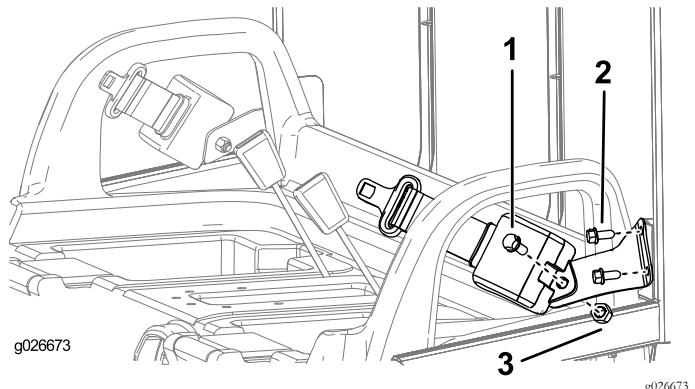

图8
- 如图8 所示用 2 个螺栓 3/8 英寸将安全带支架安装到各个 ROPS 凸耳上。
3. 如图8 所示用螺栓 7/16 英寸和螺母 7/16 英寸将各个安全带总成的伸缩端安装到各个安全带锚栓支架。